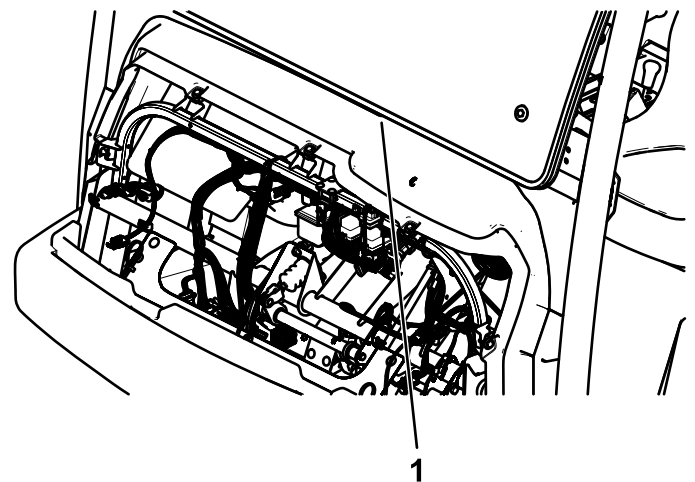

Bild 38
4. Entfernen Sie den Abstand zwischen dem Armaturenbrett und der Kabine. Stellen Sie hierfür die Gewindeschraube ($\frac{1}{2}$ " x 4") ein, bis die Anschlagplatte am Armaturenbrett nach oben drückt (**Bild 38**).